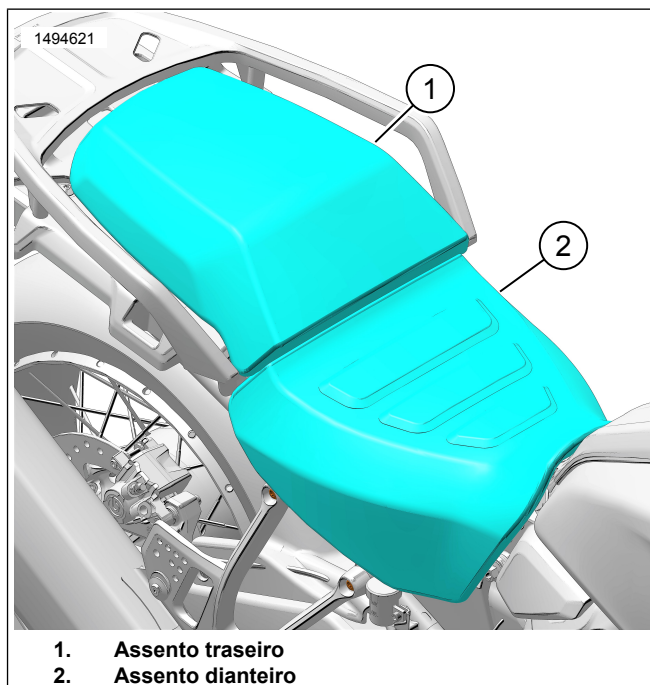

Figura 2. Assento
1. Veja a figura 2. Remova o assento traseiro (1) e o assento (2). Veja o Manual de serviço.
1. Veja a figura 2. Instale o assento (2) e o assento traseiro (1). Depois de instalar o assento, puxe-o para confirmar que ele está preso. Veja o Manual de serviço.